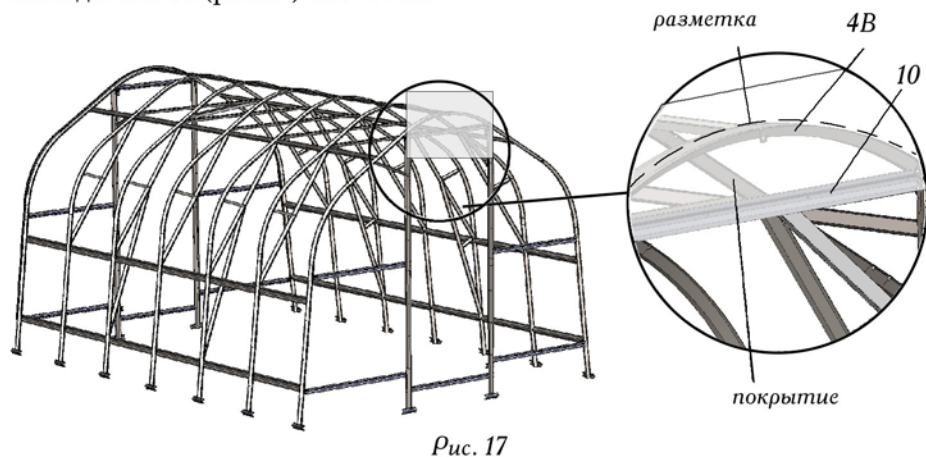

Рис. 17
2. Куски покрытия «коньковой панели», находящиеся над дверью, вырезаются по месту установки из оставшихся кусков поликарбоната. Разметьте покрытие по деталям 4В с припуском, выпустив нижний край листа ниже низа детали 10 (рис.17) на 7-8 мм.